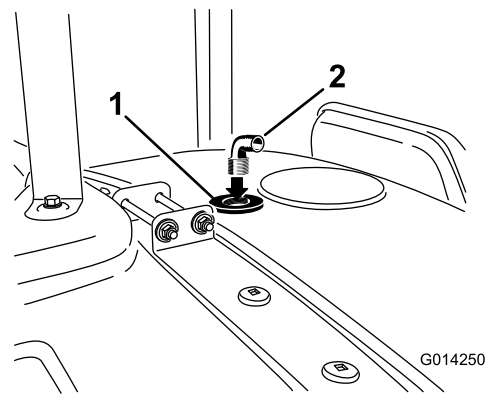

Figura 18
9. Instale el acoplamiento en el orificio roscado del conector estanco de la boquilla de enjuague (Figura 18).